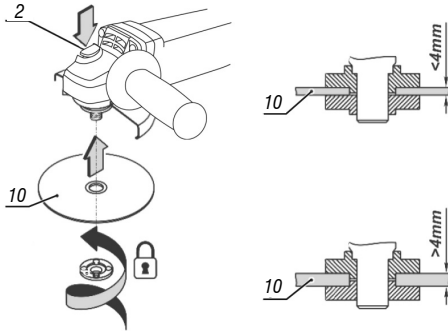

Fig. 5 – Montagem do disco na máquina
- c. Coloque o disco (Fig.5 - 10).